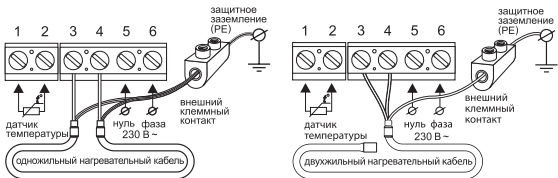

Рис. 3
Выводы нагревательной секции или мата подключаются к клеммам 3 и 4; вывод экранирующей оплетки (желто-зеленый провод) – к линии защитного заземления (PE) через внешний клеммный контакт (рис. 3).
1. Монтировать провода в клеммники блока питания согласно схеме подключения (рис. 3).